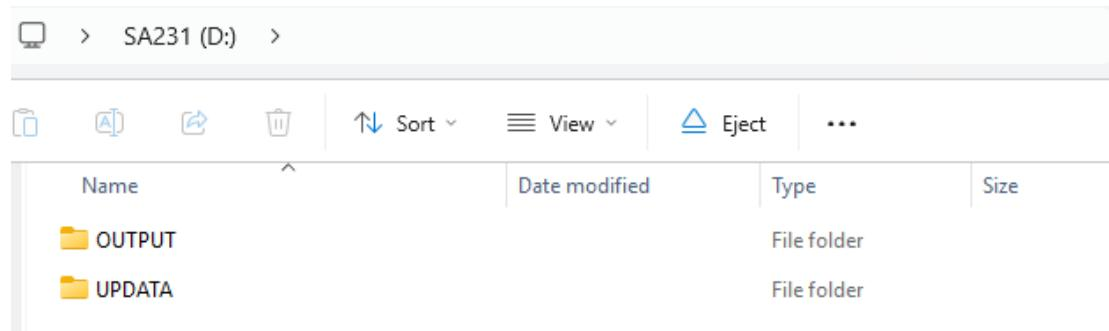
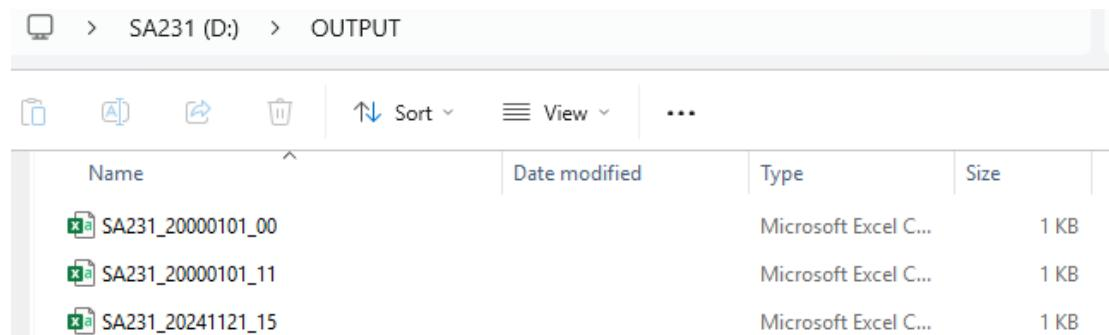

Figura 6
Figura 7
(1) Conecte el equipo de prueba al ordenador con un cable USB tipo C. Aparecerá automáticamente una ventana de exploración de carpetas denominada «SA231» en la pantalla del ordenador, como se muestra en la figura 6.
(2) Si no aparece, haga clic en «Mi PC» en el escritorio, busque la unidad denominada «SA231» en los dispositivos y unidades, y haga clic para entrar.
(3) En la carpeta SA231, haga clic para entrar en la carpeta denominada «OUTPUT», localice y seleccione el archivo de datos de prueba correspondiente según la fecha de prueba que desee exportar, como se muestra en la figura 7.
(1) Antes de actualizar el software, desconecte la alimentación del equipo de prueba, mantenga pulsado el botón «Confirmar» del dispositivo de prueba (el botón situado en la parte inferior derecha de la pantalla) y, a continuación, conecte el equipo de prueba al ordenador con un cable USB tipo C. Cuando se ilumine la pantalla y se acceda a la interfaz de actualización del software subyacente, suelte el botón «Confirmar». En ese momento, aparecerá automáticamente en la pantalla del ordenador una ventana de exploración de carpetas denominada «SA231», como se muestra en la figura 6. Si no aparece, haga clic en «Mi PC» en el escritorio, busque la letra de unidad «SA231» en los dispositivos y unidades y haga clic para entrar.